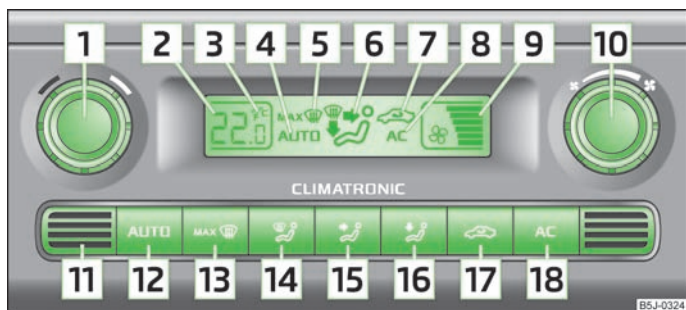

Fig. 77 Climatronic : organes de commande
- (AC) [18] » fig. 77 enclenché.
- Appuyez sur la touche (AUTO) [12] » fig. 77.
Appuyez simultanément sur les touches (AUTO) et (AC) » fig. 77 et maintenez-les enfoncées. L'écran affiche les chiffres conformément à l'unité de mesure de température désirée.
Le capteur de température de l'habitacle 11 » fig. 77 se trouve dans la partie inférieure de l'appareil. Ne rien coller sur le capteur et ne le recouvrez pas, comme ceci pourrait altérer le fonctionnement du Climatronic.
- Appuyez sur la touche  12 » fig. 77 et **AUTO** s'affiche à l'écran.
- Après avoir mis le contact, vous pouvez régler la température pour les deux côtés au moyen du sélecteur 1 » fig. 77.
- Appuyez sur la touche  17 » fig. 77, le symbole  s'affiche à l'écran.
- Appuyez à nouveau sur la touche  17 » fig. 77, le symbole  s'affiche à l'écran.
- Faites tourner le régulateur 10 » fig. 77 à gauche (diminution de la vitesse du ventilateur) ou à droite (augmentation de la vitesse du ventilateur).
➤ Appuyez sur la touche   » fig. 77.
➤ Appuyez de nouveau sur la touche   » fig. 77 ou sur la touche .